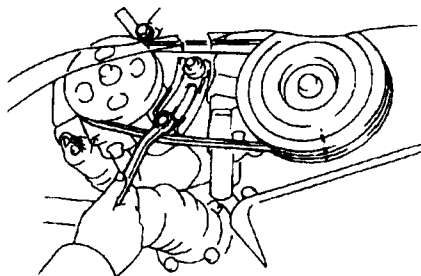

图 15 动力转向泵装配螺栓——
⑥ 对交流发电机支轴螺栓施以 $41\text{lb} \cdot \text{ft}$ ($56\text{N} \cdot \text{m}$) 的力矩, 锁止螺栓为 $13\text{lb} \cdot \text{ft}$ ($18\text{N} \cdot \text{m}$)。
⑦ 连接蓄电池负极接线。
① 取下交流发电机传动带。
② 安全地将车辆升起。
③ 拆下右前轮。
④ 拆下翼子板上的挡泥橡皮板密封。
⑤ 松开动力转向泵装配螺栓, 取下传动带 (图 15)。